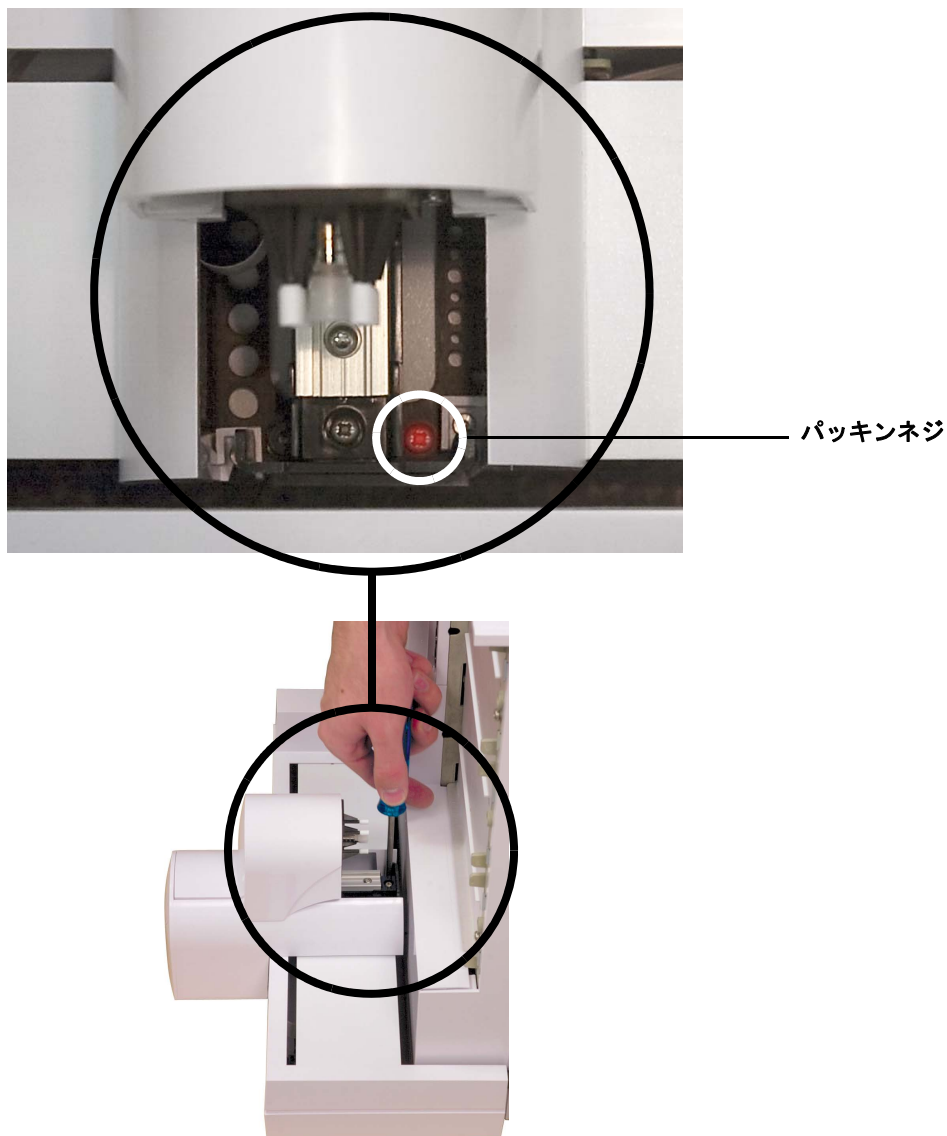

図 11 ガントリアセンブリからパッキンネジを取り外す
- 9 プラスドライバとピンセットを使用して、パッキンネジを取り外します (図 11)。